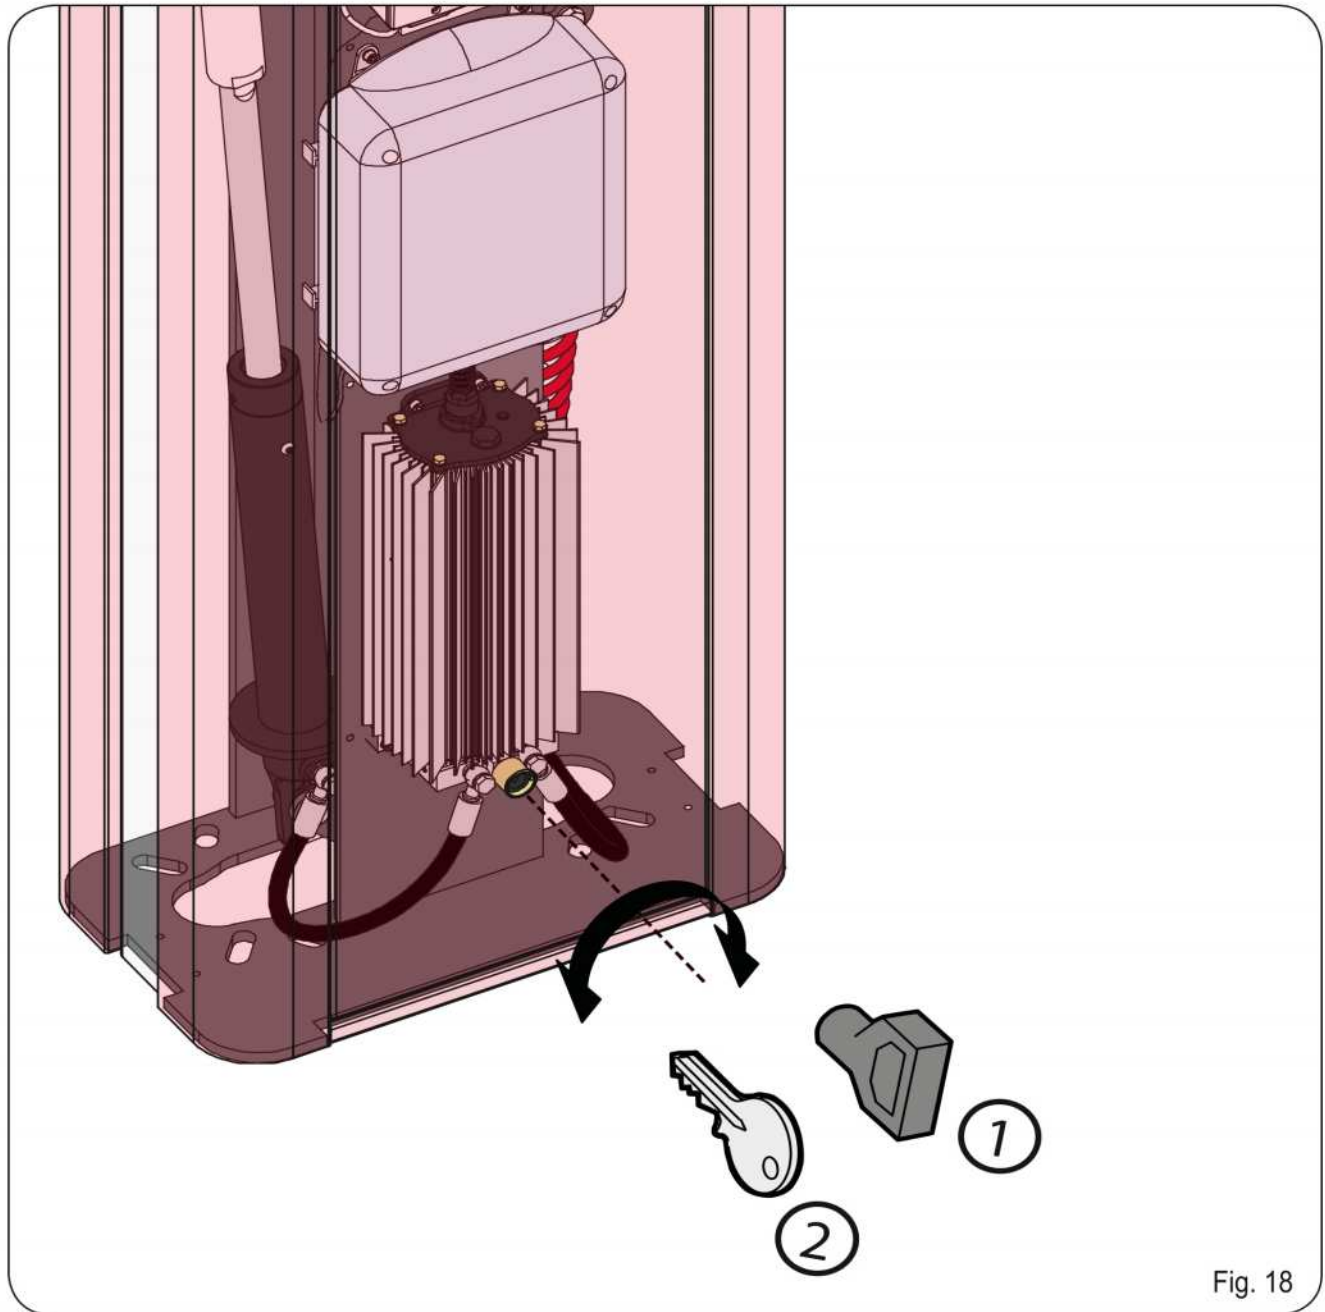

Fig. 18
La llave de desbloqueo entregada en dotación puede ser triangular (Fig. 18, ref. ①) o personalizada (Fig. 18 ref. ② opcional).
- Inserte la llave de desbloqueo en la cerradura y gire la llave en sentido antihorario hasta el tope, como en la Fig. 18
- gire la llave en sentido horario hasta el tope y extraícala (fig. 18 ref. ①).
- gire la llave en sentido horario hasta el punto en el que se pueda extraerla. (Fig. 18, ref. ②).
Als de slagboom met de hand moet worden bediend omdat de stroom is uitgevallen of het automatisch systeem niet goed werkt, moet met behulp van de bijgeleverde sleutel de ontgrendeling worden gebruikt. De bijgeleverde ontgrendelingsleutel kan driehoekig (Fig.18 ref. ①) of gepersonaliseerd zijn (Fig.18 ref. ②, optioneel).
- Steek de ontgrendelingsleutel in het slot en draai hem tegen de wijzers **van de klok** in tot hij niet verder kan, zoals in Fig. 18
- draai de sleutel **met de wijzers van de klok mee** tot hij niet verder kan, en trek hem eruit (Fig. 18 ref. ①).
- draai de sleutel **met de wijzers van de klok mee** tot hij niet verder kan, en trek hem eruit (Fig. 18 ref. ②).